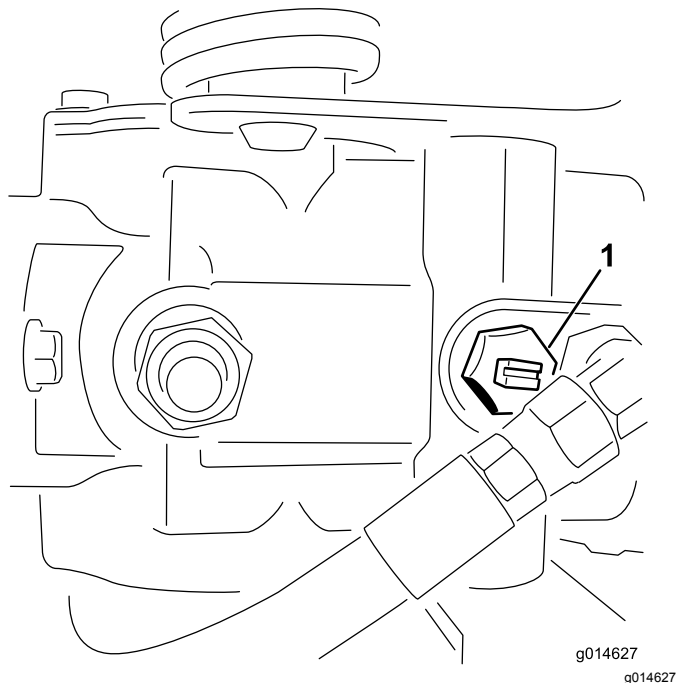

Figura 27
1. Localize a válvula de derivação na bomba e rode-a de forma a que a ranhura fique na vertical (Figura 27).
2. Antes de ligar o motor, feche a válvula de derivação rodando-a de forma a que a ranhura fique na horizontal (Figura 27).